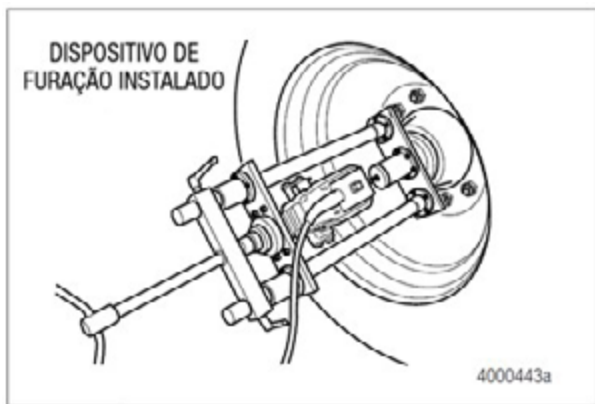

Figura 2.36
- **Se a broca travar ou ficar lenta:** gire a alavanca de avanço no sentido ANTI-HORÁRIO, enquanto a furadeira estiver ligada, depois continue a perfuração. Figura 2.36.